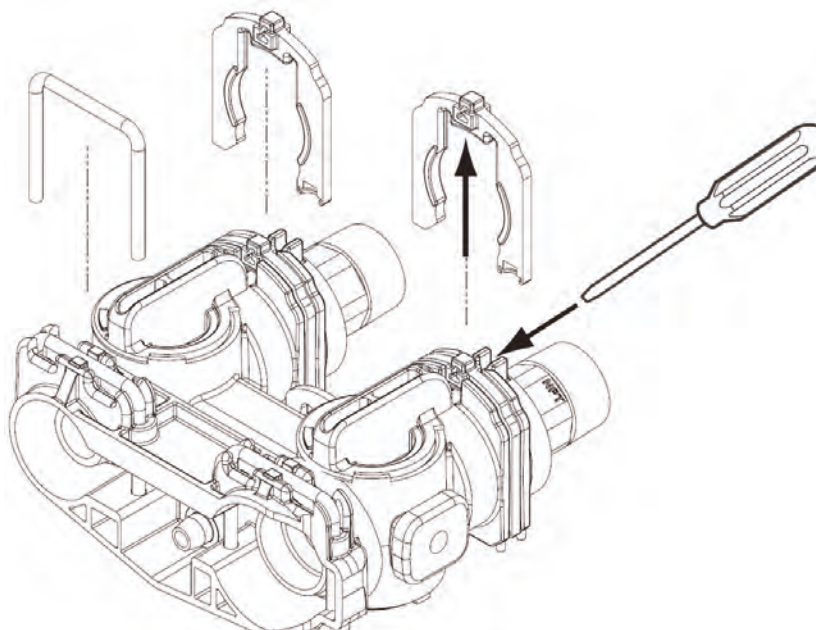

Рисунок 7. Присоединение фитингов-адаптеров к байпасу
1. Разместить на месте сборки детали и ФУМ-ленту. Снять переходники трубопровода (Рисунок 7. Соединительный узел).
3. Снять фиксирующую скобу путем вставки плоского инструмента (например, отвертки) под центральную верхнюю часть хомута и его подъема (поддеть) (Рисунок 7).